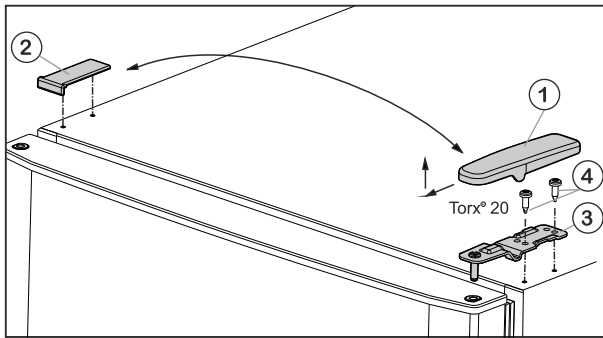

Fig. 6
- ▶ Abdeckung Fig. 6 (1) nach vorne und oben abziehen.
- ▶ Abdeckung Fig. 6 (2) abheben.
- ▶ Oberen Lagerbock Fig. 6 (3) abschrauben (2 mal Torx® 20) Fig. 6 (4) und nach oben abziehen.
- ▶ Oberen Lagerbock Fig. 6 (3) auf der neuen Scharnierseite in die Tür einsetzen.
- ▶ Oberen Lagerbock **fest (mit 4 Nm)** anschrauben (2 mal Torx® 20) Fig. 6 (4). Eventuell einen Akkuschrauber verwenden.
- ▶ Abdeckung Fig. 6 (1) auf der Gegenseite von außen aufsetzen und einrasten.
- ▶ Abdeckung Fig. 6 (2) jeweils auf der Gegenseite von oben aufsetzen und einrasten.